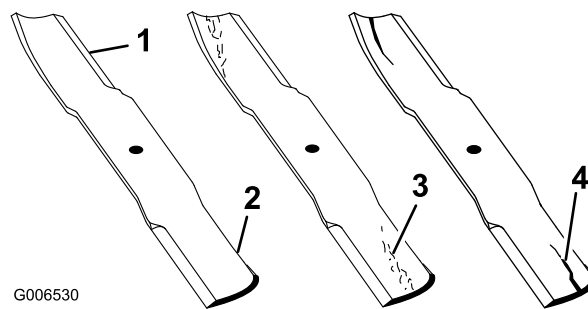

Figure 90
- Examinez le tranchant des lames (Figure 90). Si les lames coupent mal ou présentent des indentations, déposez-les et aiguiser-les (voir Aiguisage des lames).
- Inspectez les lames, surtout la partie relevée (Figure 90). Remplacez immédiatement toute lame endommagée, usée ou qui présente une entaille (Figure 90).